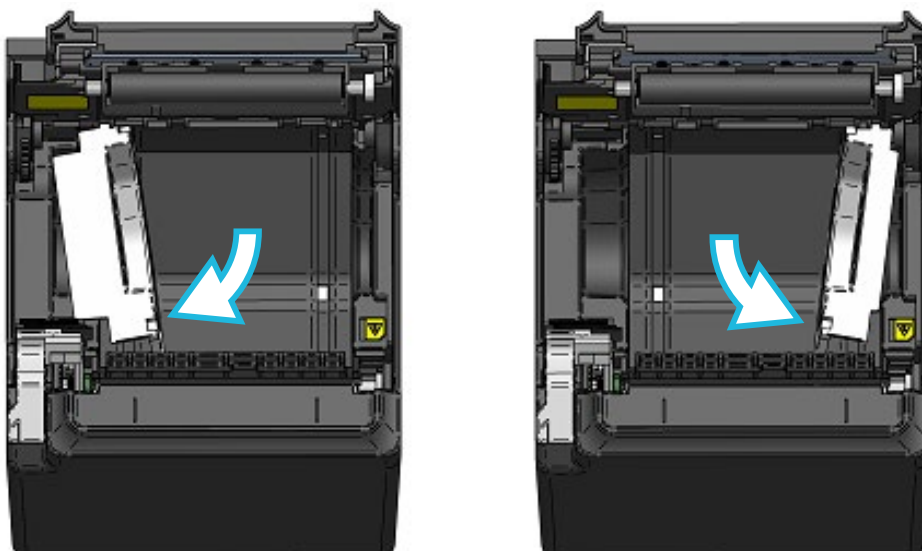

Figura 14-2 Instalación de la placa de partición (2)
- (4) Rote la placa de partición I y la placa de partición D en el soporte de papel en la dirección de la flecha que se muestra en la Figura 14-2 para que la superficie lateral del soporte de papel y la placa de partición estén paralelas.